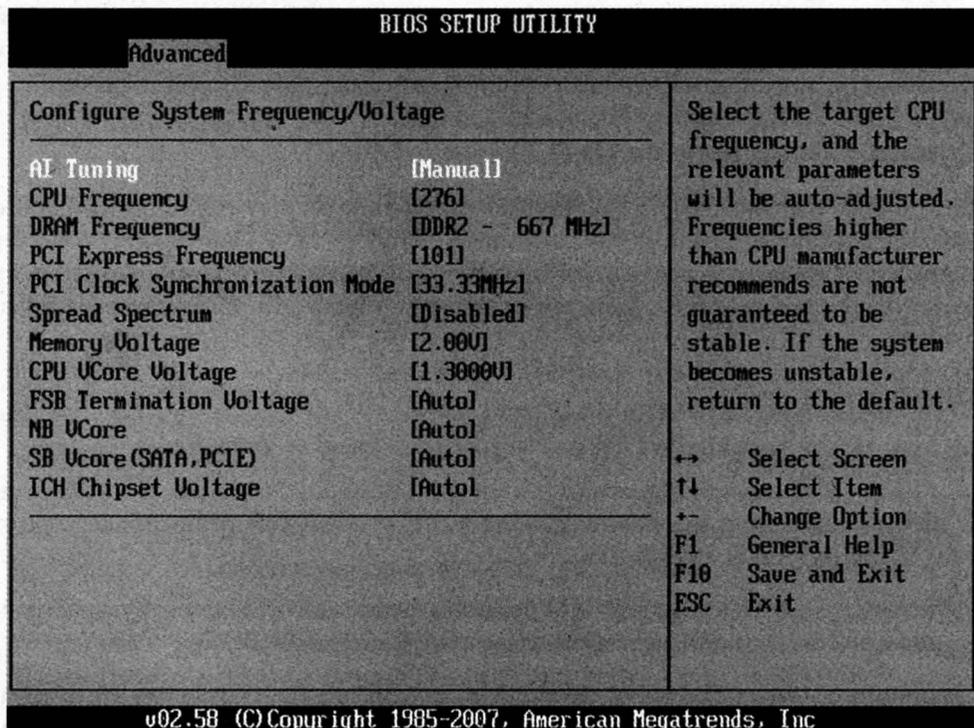

Рис. 12.3. Раздел JumperFree Configuration системной платы от ASUS
- JumperFree Configuration – ASUS (рис. 12.3);